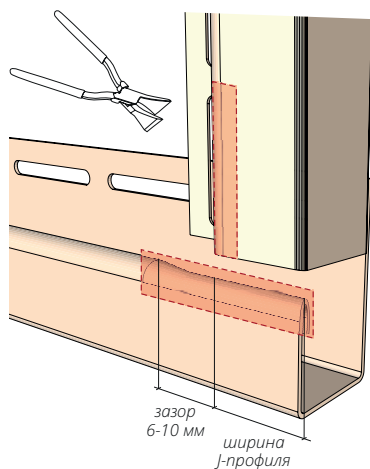
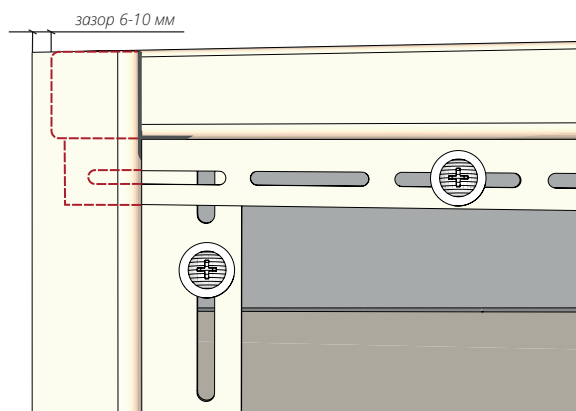

Рисунок 44
Рисунок 45
- 14.2** Для соединения двух J-профилей 7/8 под углом 90° - вариант №1, используя клещи, подожмите соединяемые края J-профилей на ширину лицевой части J-профиля плюс зазор на расширение 6-10 мм (Рис. 44). Смонтируйте J-профили 7/8, оставив зазор на тепловое расширение 6-10 мм (Рис. 45), соблюдая общие правила монтажа.